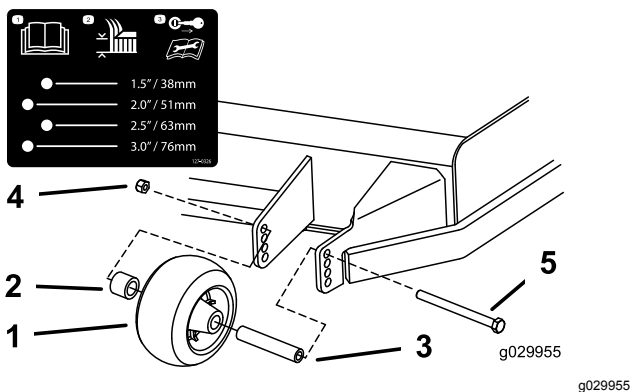

Figura 28
3. Ajuste los rodillos protectores del césped como se muestra en Figura 28.